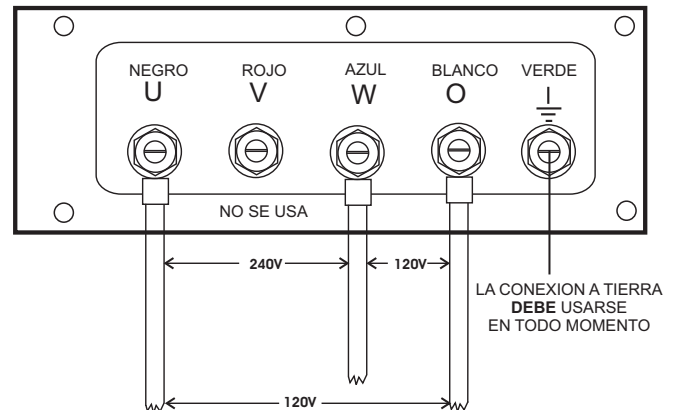

Figura 30. Contactos de las terminales UVWO conexiones 1Ø-240V/120V
2. Conecte los alambres de carga a los **contactos de las terminales de salida** como se muestra en la Figura 30.